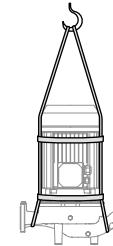

РИС. 1: Подъем насосов ЗЕ с помощью троса.
ВНИМАНИЕ! Для подъема или перемещения электронасоса используйте соответствующий его весу трос и не слишком сильно наклоняйте насос (РИС. 1);
- удалите болт между корпусом насоса и кронштейном двигателя и снимите двигатель по направлению оси. Для подъема/перемещения насоса следует использовать только подходящее подъемное устройство). (РИС. 1)